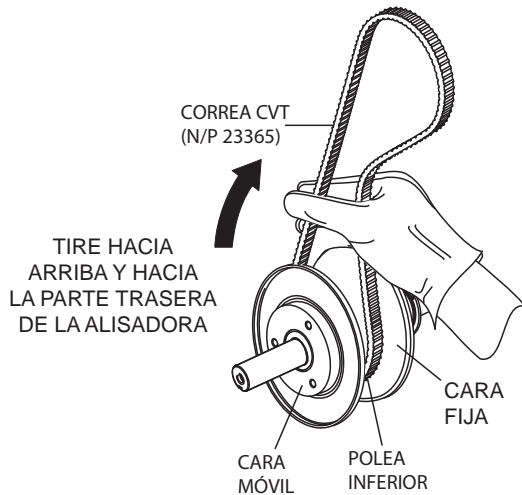

Figura 19. Sujeción de la polea inferior en la posición abierta
1. Con la correa CVT colocada sobre la polea inferior, encaje la correa (Figura 19) y tire de ella hacia arriba y hacia la parte trasera de la alisadora. Esto separará las caras de la polea de impulsión inferior.